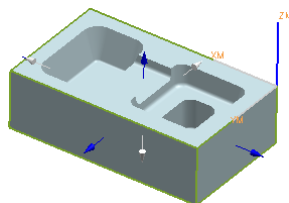

图 4.2.9 毛坯几何体
Step2. 确定毛坯几何体。在 **选择选项** 区域中选择 ☒ **自动块** 单选项，在图形区中显示图 4.2.9 所示的毛坯几何体，单击 **确定** 按钮完成毛坯几何体的创建，系统返回到“工件”对话框。